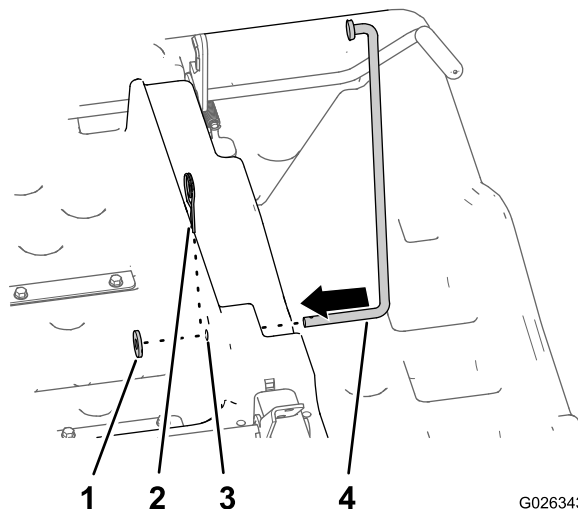

図 13
1. 支え棒の長い方の脚を、荷台の右下側にある長さ 12.7mm の水平穴に入れる 図 13。
2. 支え棒の長い方の脚にワッシャ 1/2 インチ を通し、ヘアピンを使って支え棒を荷台に固定する 図 13。